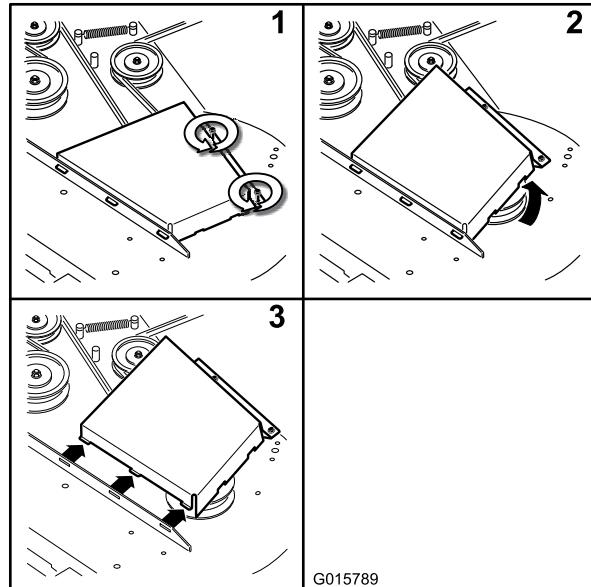

Figure 67
4. Retirez les couvercles de courroie (Figure 67).